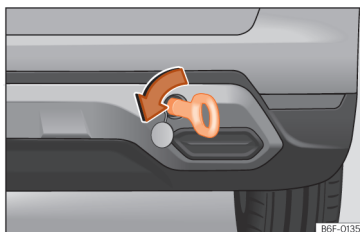

Abb. 167 Auf der rechten Seite des hinteren Stoßfängers: Eingeschraubte Abschleppöse.
- Drehen Sie die Abschleppöse **entgegen dem Uhrzeigersinn** so fest wie möglich in die Aufnahme » [Abb. 167], » S. 277. Verwenden Sie ein geeignetes Hilfsmittel, um die Abschleppöse festzuziehen.